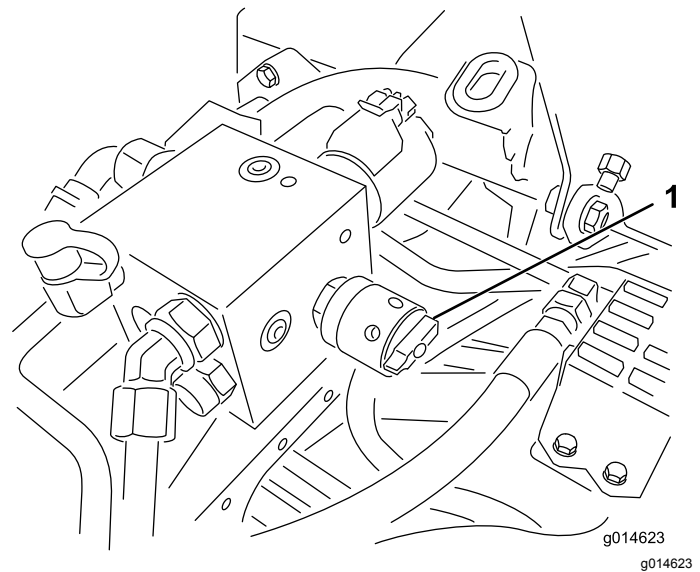

Figure 51
6. Tournez la commande de vitesse des cylindres à la position 1 (Figure 51).
4. Pour régler la vitesse des cylindres, tournez le bouton (Figure 51) jusqu'à ce que les flèches soient en face de la valeur déterminée à l'opération 3.